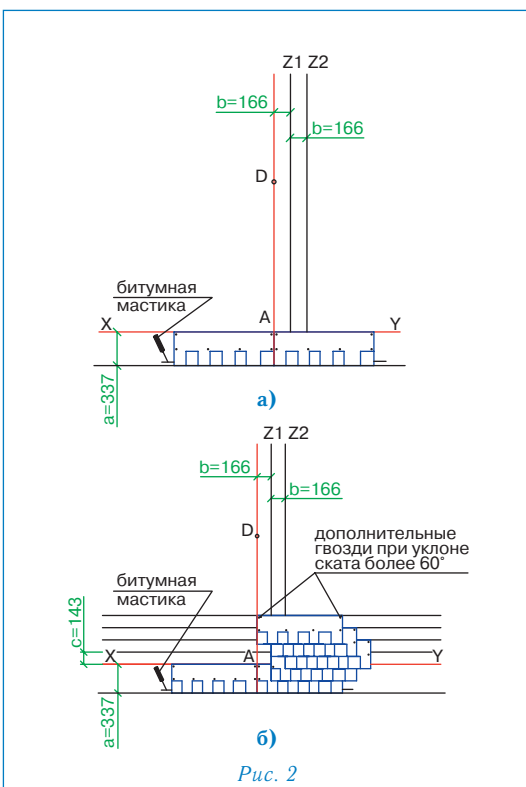

Рис. 2
### Укладка материала (рис. 2)
- первый ряд черепицы укладывается от линии AD (рис. 2а);
- второй ряд укладывается от линии Z1 (со смещением 16,6 см от AD) (рис. 2б);
- третий ряд укладывается от линии Z2 (со смещением 16,6 см от Z1) (рис. 2б);
- четвертый ряд — от линии Z1 (рис. 2б);
- пятый ряд — от линии AD (рис. 2б);
Каждый лист черепицы МАСТЕР крепится 4 гвоздями таким образом, чтобы гвоздь прошивал и верхний край нижележащего листа черепицы МАСТЕР (рис. 2а,б).